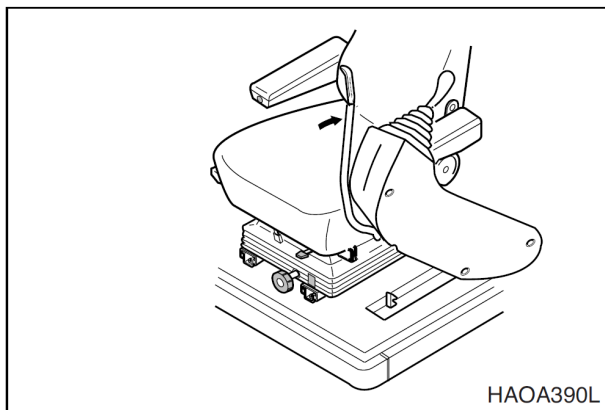

Рис. 89
Покидая машину, необходимо установить рычаг блокировки безопасности в положение блокировки (**LOCK**), рис. 89, в противном случае в результате случайного перемещения рабочих рычагов может произойти серьезная авария.
2. Установить рычаг безопасности в заблокированное положение (**LOCK**), рис.89.
2. Установить рычаг безопасности в заблокированное положение (**LOCK**), рис. 89.